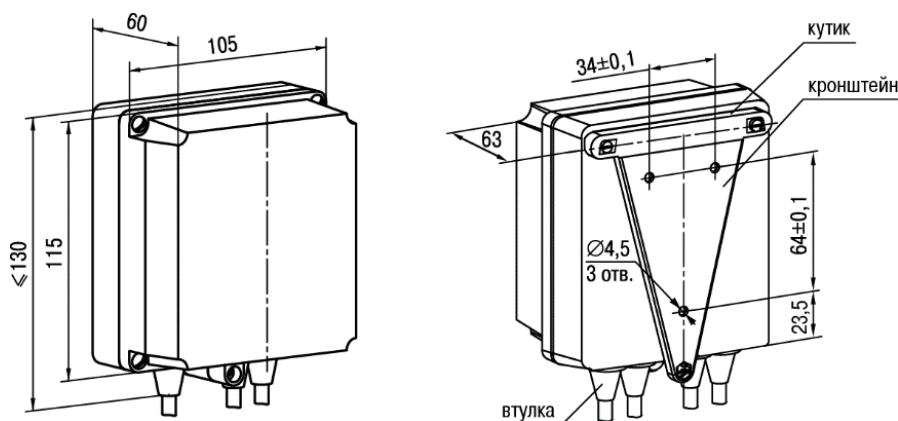

Рисунок 4.2 – Габаритні та установчі розміри корпусу Н
1. Закріпити кронштейн трьома гвинтами М4 × 20 на поверхні, що призначена для встановлення пристрою (див. рисунок 4.2).